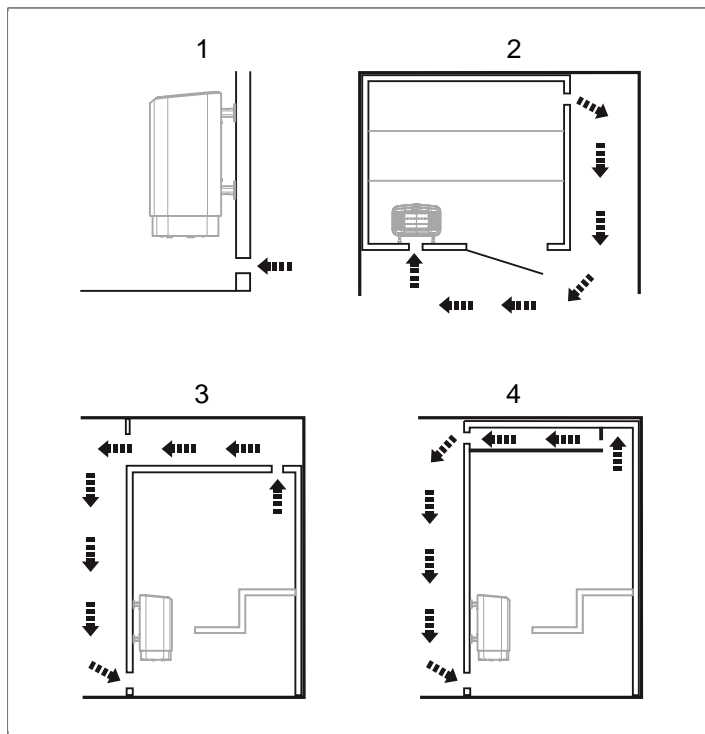

Рисунок 6: Установка впускного и выпускного клапана
- с максимальным расстоянием до впускного клапана, например, по диагонали (см. **Рисунок 6**, страница 4).
- высоко на стене или на потолке (см. **Рисунок 6**, страница 4).